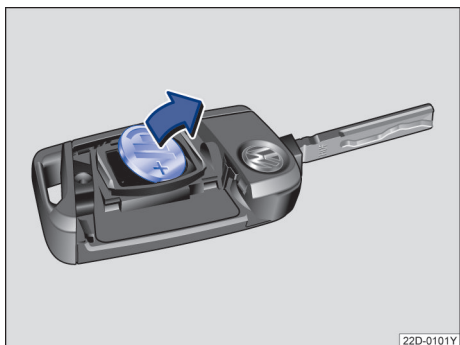

图 43 汽车钥匙：取出旧电池
- 用一合适的扁平器具从电池盒里撬出电池→图 43。
- 安放新电池，然后沿→图 43 箭头相反方向将其推入电池盒内→②。